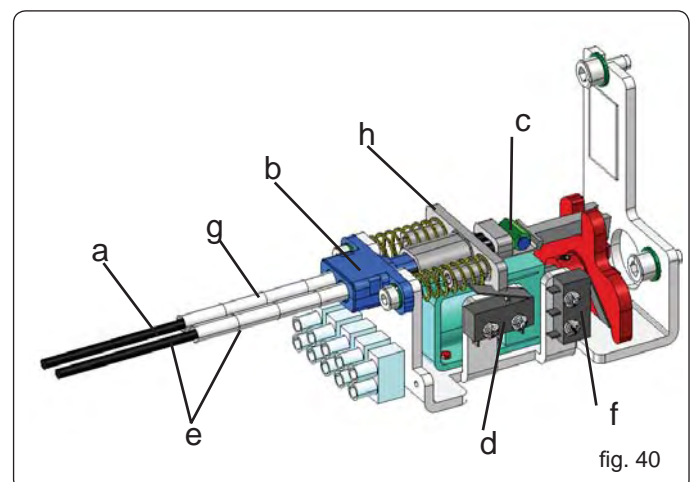

fig. 40
- Ta kabeln med ytterhöljet till detalj b i fig 40, och skär bort överskottet av ytterhöljet.
- Dra kabeln (fig.40 ref.a) inuti detalj b, och ta ytterhöljet till dess kontaktläge (fig. 40 ref. g).
- Sätt i kabeln i klämmans (Fig.40 ref.c).
- Frigör knappen, genom att snurra den 90°, och kontrollera att frigöringen fungerar. kontrollera även om dörrens öppnande microbrytare (fig.40 ref.d) är aktiverad genom att dra i knappen.
Om det är nödvändigt installera den externa frigöringsenheten, använd de nyckelstyrda tryckknapparna. Montera frigöringskabeln på motorlåsenheten, genom att använda passande säte (fig. 40 ref. e).
Installera en övervakning utav mikrobrytare så som visas i Fig. 40 ref. f. För elektriska kopplingar och programmering, referera till kontrollkortet/tillbehörens sektion på dessa instruktioner.